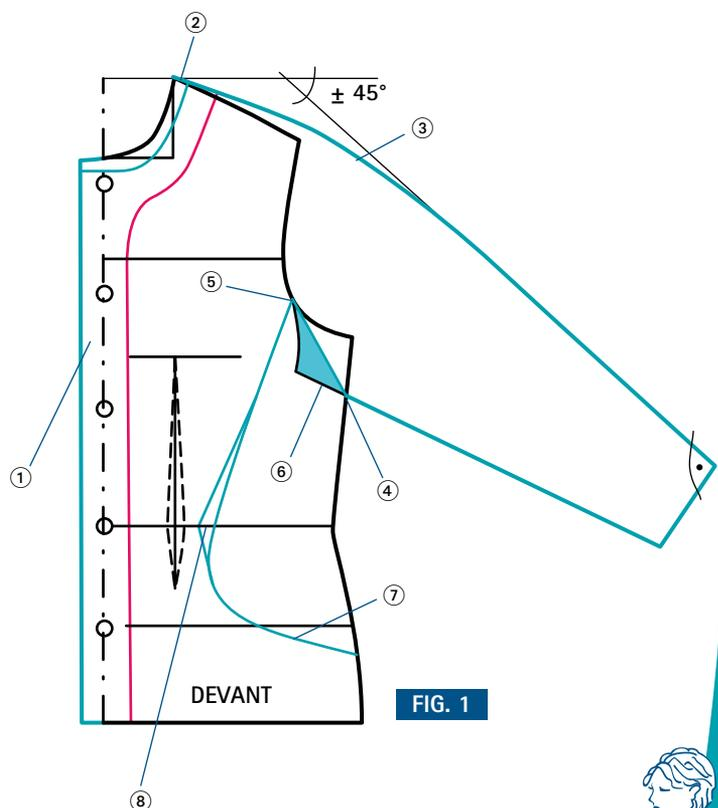

FIG. 1
- ① Au milieu devant, ajouter une croisure large de 3 à 5 cm. Cette mesure dépend de la qualité du tissu et du diamètre des boutons utilisés.
- ② Élargir l'encolure de 2 à 3 cm.
- ③ À partir de l'encolure, tracer la ligne du haut de la manche en suivant tout d'abord la ligne d'épaule, puis en faisant un angle d'environ 45° sur une longueur égale à la longueur de la manche ; arrondir l'angle formé. Puis sur une perpendiculaire à cette ligne, reporter sur le poignet la $1/2$ largeur du bas de manche (ex. 10 à 12 cm).
- ④ Sur la ligne de côté, descendre l'emmanchure de 5 cm au maximum et fermer la construction de la manche.
- ⑤ Sur la courbe d'emmanchure, placer un point 3 cm en dessous de la ligne de carrure, puis tracer une droite joignant ce point à l'extrémité de l'emmanchure.
- ⑥ Retracer le petit triangle obtenu « en miroir » (fig. 1, en bleu).